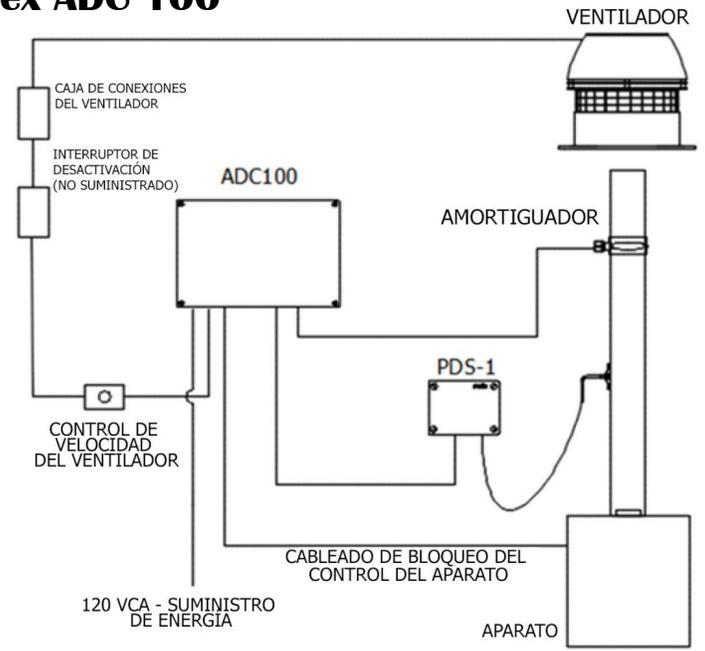
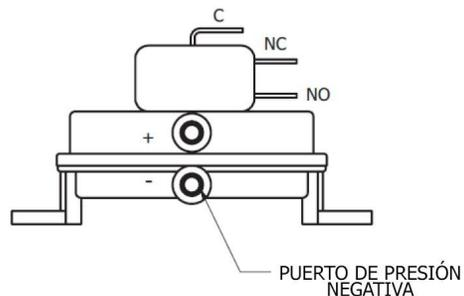

FIGURA 40
FIGURA 42
1. El control de la unidad ADC100 debe instalarse en el interior. Como se muestra en la **Figura 40**, el control se conectará directamente a una fuente de suministro de 120/1/60 VAC. Éste también se conectará al ventilador, al dispositivo y al amortiguador.
2. El control ADC100 puede fijarse directamente a la pared. Para ello, retire la tapa y localice los (4) orificios de montaje. Utilizando el patrón de agujeros que se muestra a continuación, coloque el control con tornillos # 6.
4. Debe utilizarse un interruptor de tiro comprobado (PDS) con el control ADC100 como dispositivo de seguridad del sistema. El PDS supervisa la presión dentro de la chimenea y envía una señal al control para que apague el dispositivo si el tiro es insuficiente. Una sonda de chimenea detecta la presión leída por el PDS y se conecta a través de un tubo de silicona. Se debe conectar el tubo de silicona suministrado con el PDS al puerto NEGATIVO (-) del PDS. Este es el puerto inferior del interruptor. Ver la **Figura 42**. La longitud estándar del tubo es de 6 pies. La distancia puede extenderse hasta 25 pies usando un tubo de plástico rígido de 1/4" o de cobre según lo permita la temperatura (no suministrado).